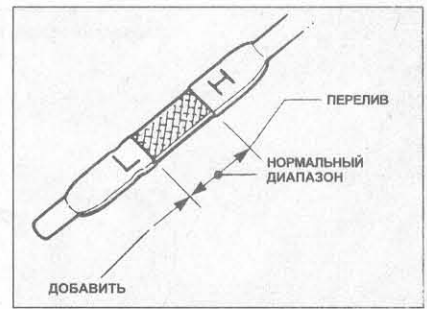

Рис. 1.2 Маркировка щупа измерения уровня моторного масла (Глава 2)
- 4 Уровень должен быть между метками "L" и "H" (Рис. 1.2).